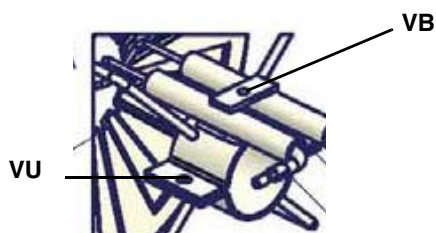

Рис. 29
**ВНИМАНИЕ:** для того, чтобы отрегулировать положение форсунки (Рис. 29), воздействовать на винт **VU**.